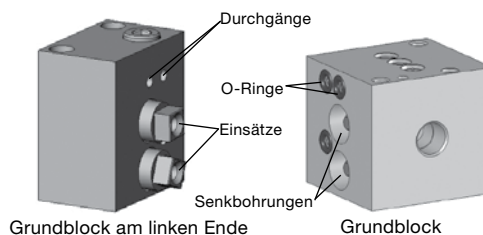

Abb. 1
1. Das Rohr in die Rohrverschraubung einstecken, bis es auf der Schulter aufsitzt; die Überwurfmutter fingerfest anziehen. *Abb. 1*
2. Einen **Grundblock** auf den **linken Endgrundblock** setzen, dabei die **O-Ringe** (9-007) mit den Durchgängen ausrichten. Das gerade Ende der Endgrundblocks befindet sich in den Senkbohrungen des Grundblocks. Siehe Abb. 1.